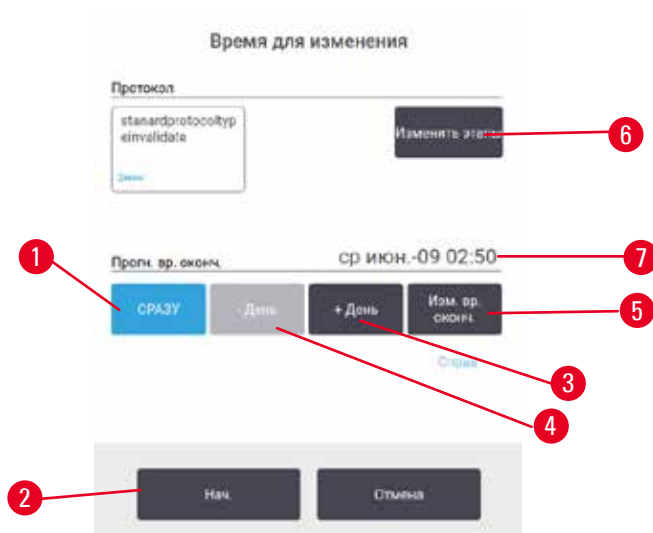
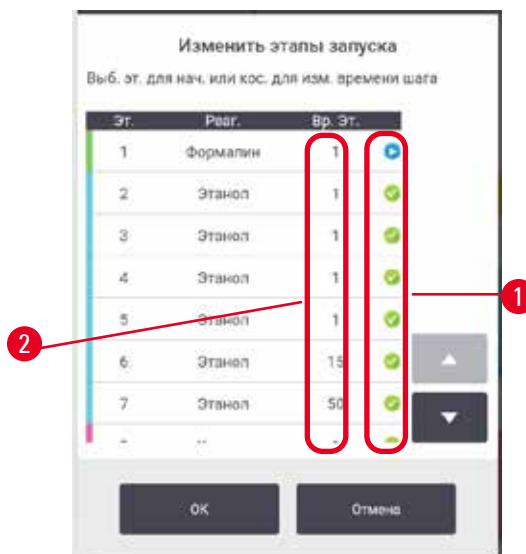

Рис. 53
Рис. 55
Выбрать время выполнения протокола можно в диалоговом окне **Time to edit (Время для изменения)** (→ Рис. 53). Диалоговое окно открывается после загрузки протокола, ввода ID корзины и количества кассет (→ с. 84 – 5.5.2 Изменение первого этапа для единичного запуска).
1. Начните запуск протокола в обычном порядке с экрана **Status (Готовность)** и продолжайте, пока не откроется диалоговое окно **Time to edit (Время для изменения)** (→ Рис. 53). Нажмите кнопку **Edit steps (Изменить этапы)** (→ Рис. 53-6), чтобы открыть диалоговое окно **Edit the run steps (Изменить этапы протокола)** (→ Рис. 55).